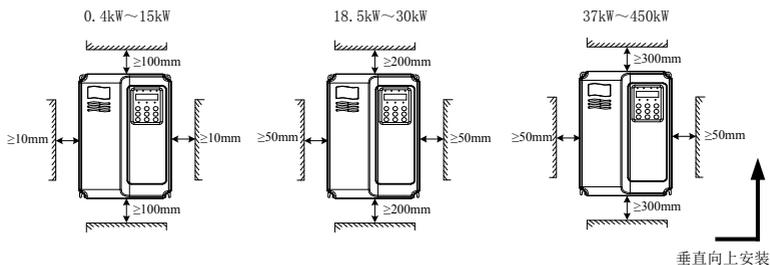

图 3-1 MD280 变频器安装空间要求
- 1) 安装空间要求如图 3-1 所示, 需保证变频器有足够的散热空间。预留空间时请考虑柜内其它器件的散热情况;